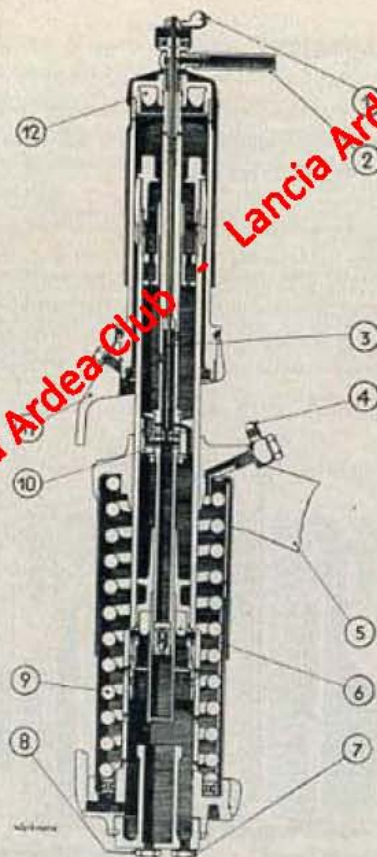

Fig. 30. - Sezione sospensione anteriore
La sospensione anteriore è del classico tipo brevettato «Lancia» a ruote indipendenti con molle ad elica cilindrica ed ammortizzatori a liquido (vedi fig. 30).
- b) Svitare il tappo inferiore (8) (fig. 30).
d) Introdurre, attraverso il foro del lubrificatore (4), olio nella sospensione sino a che non lo si vede uscire dal tappo inferiore (8).
Nella sospensione (fig. 30) l'ammortizzatore è regolabile a mezzo di una levetta (1) posta alla sommità della sospensione.
Per la regolazione dell'ammortizzatore occorre avvitare la levetta di regolazione (1), (Vedi fig. 30) fino a che l'estremità inferiore dell'asta interna chiuda il foro di passaggio dell'olio, quindi svitarla di circa due giri (in inverno 2÷3 giri, in estate 1÷2 giri).